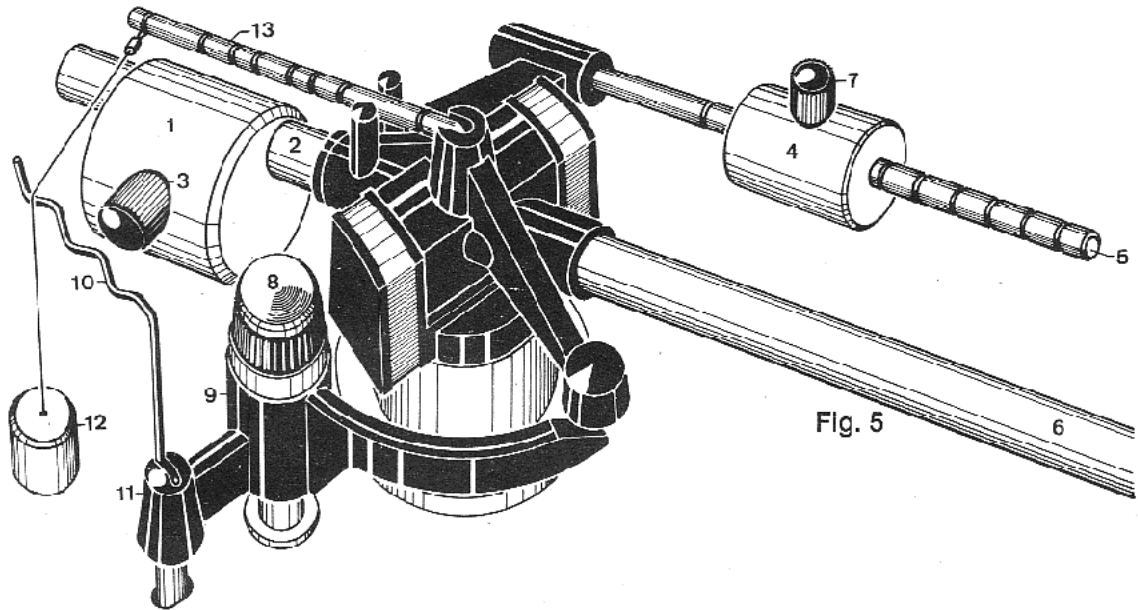

Fig. 5
- Pour ce réglage, insérer le gabarit en carton sous la hampe élévatrice (n° 9 fig. 5) en engageant l'encoche entre la partie métallique fixe et la partie noire mobile du pivot de bras. Engager ensuite le trou A sur l'axe de plateau.
- Enfiler le gros contrepoids (1) sur la partie arrière du bras (2), la vis de blocage (3) étant orientée vers la gauche (fig. 5).
- Enfiler à fond vers l'arrière le petit contrepoids (4) sur la réglette graduée (5) située à droite du bras (6) et serrer légèrement la vis de blocage (7) afin de l'immobiliser provisoirement.
- Rechercher l'équilibre horizontal du bras en déplaçant le gros contrepoids (1) vers l'avant ou vers l'arrière. Immobiliser le contrepoids en serrant légèrement la vis moletée.
- La pression du lecteur, indiquée par le constructeur, s'obtient en amenant vers l'avant, le petit contrepoids (4) d'une division par $1/2$ g. Lorsqu'il est complètement en butée vers l'arrière, sa face avant correspond à la première division et la pression est nulle.
La réglette (5) est ainsi graduée jusqu'à 5 grammes (fig. 5).
- Insérer l'épingle de renvoi d'anti-skating (10) dans le guide (11) de la hampe élévatrice (9) du bras, la partie ondulée horizontale orientée vers l'arrière de la platine (fig. 5).
- Accrocher la masse de 1 g ou la masse de 4 g (12) sur la réglette graduée (13) en se référant au tableau ci-après : les divisions de la réglette (13) sont indiquées en partant de la division la plus près du pivot de bras : 1, 2, 3 etc. jusqu'à 8.